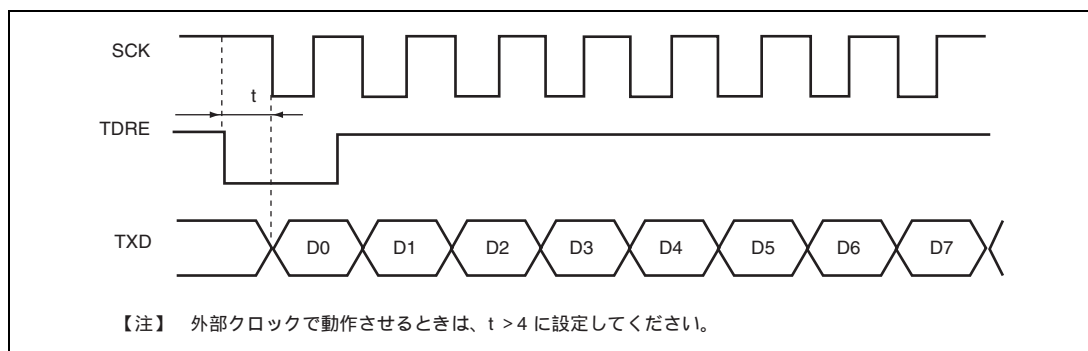

図 18.23 DMAC/DTC による同期クロック転送例 (LSB ファースト設定時)
- (1) 同期クロックに外部クロックソースを使用する場合、DMAC/DTC による SCTDR の更新後、周辺動作クロックで 5 サイクル以上経過した後に外部クロックを入力してください。SCTDR の更新後 4 サイクル以内に送信クロックを入力すると誤動作することがあります (図 18.23 参照)。